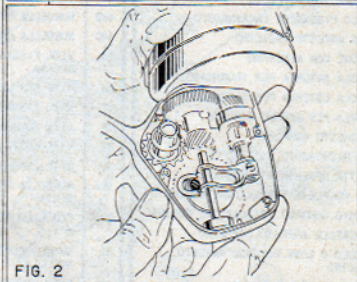

FIG. 2
- Portare la ruota comando traslazione bobina in posizione tale che la vite 48 sia tutta sulla sinistra di chi guarda. Ciò consentirà di controllare che detta vite si inserisca perfettamente nel braccio di comando, part. 22. Questo inserimento è necessario per evitare sforzi che danneggerebbero l'apparecchio (fig 2).